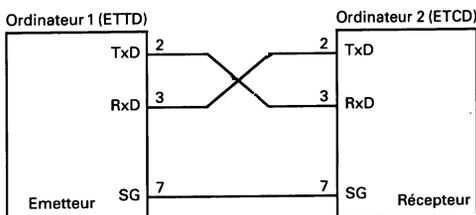

Fig. 5: Configuration du protocole XON/XOFF
Le protocole XON/XOFF n'a besoin que de trois voies: le circuit d'émission TxD, celui de réception RxD et le circuit de la terre de signalisation (SG) (voir fig. 5).